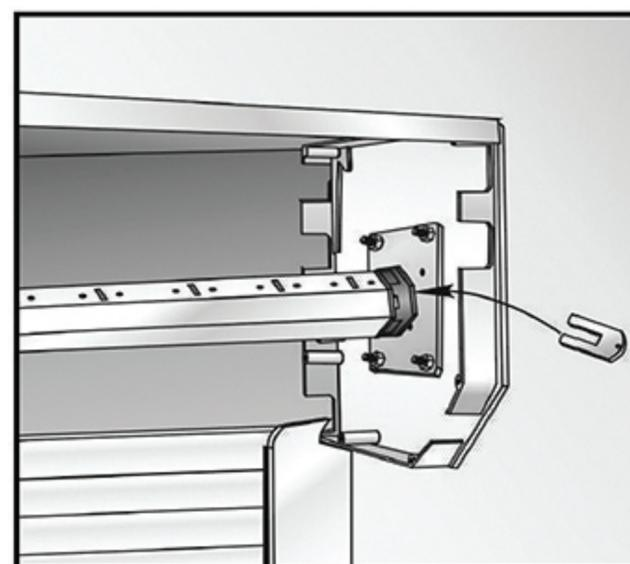

рис. 3
3. Зафиксировать пружину при помощи скобы или отвертки (рис. 3)